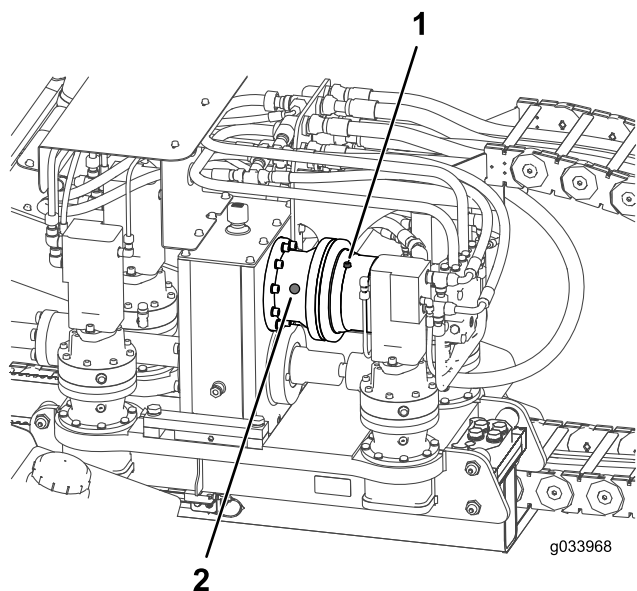

Figura 134
3. Se o nível de óleo estiver baixo, remova o bujão de nível (Figura 134).
2. Verifique o nível de óleo pelo visor de nível do comando planetário do motor do conjunto rotativo (Figura 134).